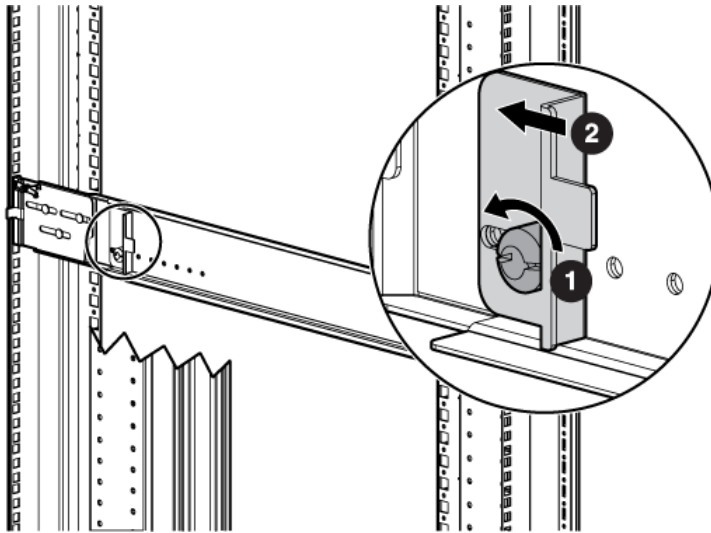

Abbildung 7 Feststellmutter und Halterung
3. Lösen Sie die Feststellmutter (1, Abbildung 7) an der Transporthalterung (2), und schieben Sie die Halterung an die äußerste Position am Ende der Schiene. Dadurch ist die Halterung nicht im Weg, wenn Sie das Gehäuse in den Schienen einbauen.
Abbildung 7 zeigt Schiene und Halterung eines Disk Enclosures. Wenn Sie ein längeres Gehäuse in Ihren Geräteschrank einbauen, wie beispielsweise ein Gehäuse für ein Controller Enclosure, finden Sie weitere Informationen unter Anbringen der Halterungen für ein längeres Gehäuse.